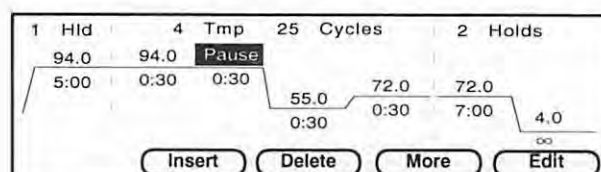

Fig. 2-23 Pause をハイライト表示したメソッドファイル作成スクリーン
1. メソッドファイル作成スクリーンから矢印キーを用いてPauseをハイライト表示すると、スクリーンにEditが付け加わります(Fig. 2-23)。
2. **F5**-Editを押してください。ポーズ設定スクリーン(Fig. 2-24)が表示されます。このスクリーンから各ポーズパラメーターを変更できます。また、ポーズ時間のみの変更の場合には、Fig. 2-23 からポーズ時間パラメーターをハイライト表示し、直接入力して変更できます。